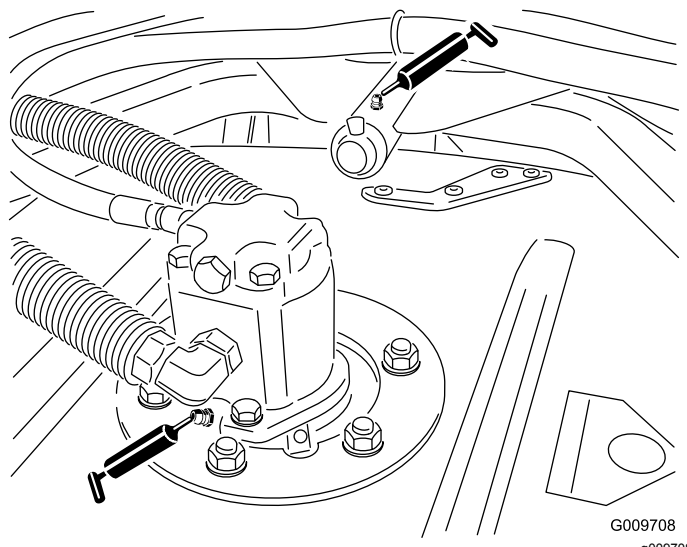

Figura 27
- Cuscinetti dell'asse del perno dell'apparato di taglio (2 per apparato di taglio) (**Figura 27**)
- Boccole del braccio portante dell'apparato di taglio (1 per apparato) (**Figura 27**)